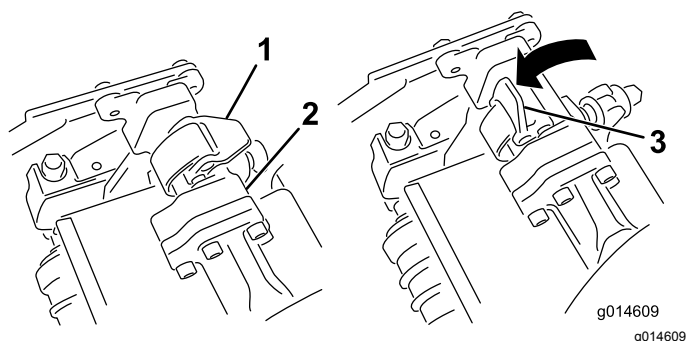
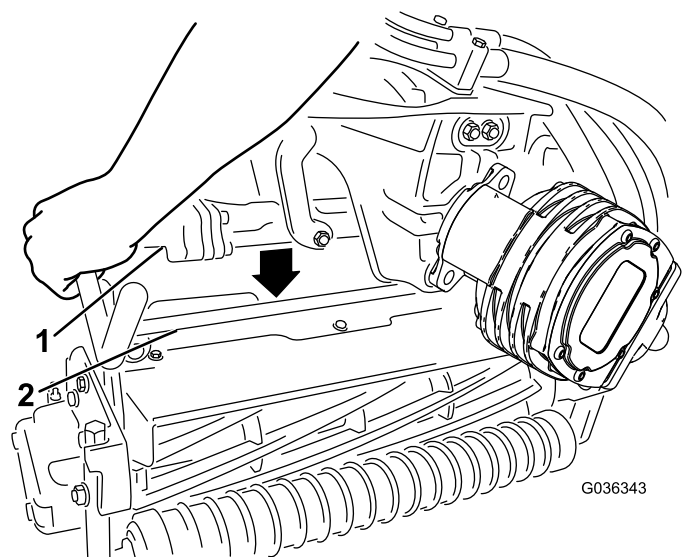

Figura 53
Figura 54
4. Con i fermi del braccio di sospensione rivolti verso l'alto (cioè aperti) (Figura 53), premete il braccio di sospensione verso il basso in modo che la barra si inserisca nella barra della parte superiore dell'apparato di taglio (Figura 54).
5. Chiudete i fermi spostandoli verso il basso e attorno alla barra dell'apparato di taglio, quindi bloccateli in posizione (Figura 53).
5. Aprite i fermi sulla barra del braccio di sospensione dell'apparato di taglio che state rimuovendo (Figura 53).